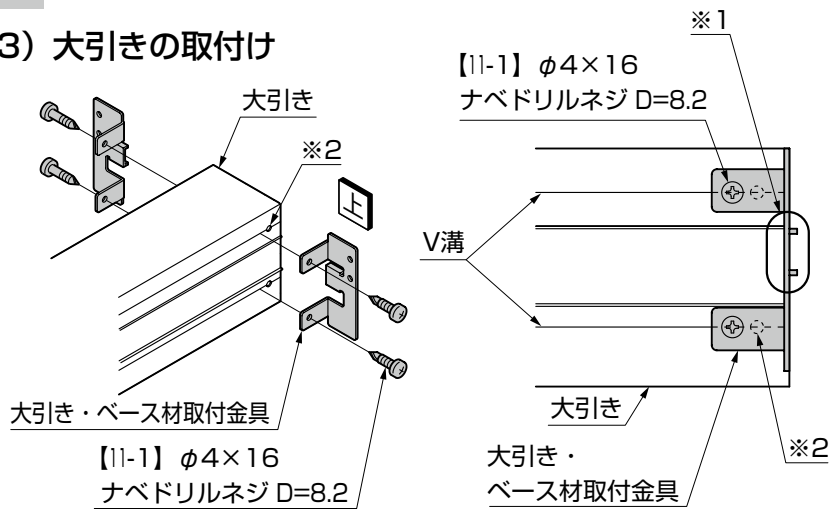

図1-5
- 大引き・ベース材取付金具は穴と大引きのV溝を合わせ、金具中央部のフィン分(※1)だけが大引き端面から出っ張るように取付けてください。(図1-5参照)